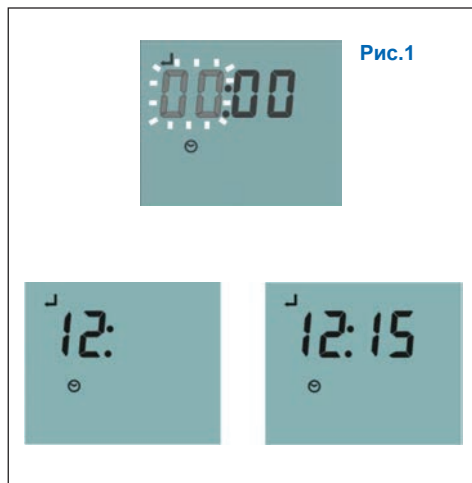

Рис.1
Первые две цифры (00), которые появятся на дисплее, позволят вам установить время в часах (Рис.1)